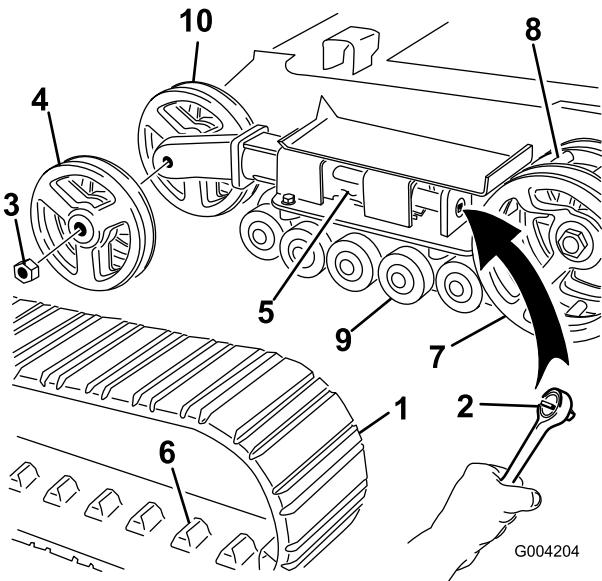

Figure 43
4. À l'aide d'une clé à douille de 13 mm (1/2"), tournez la vis de tension dans le sens horaire pour détendre la transmission (Figure 41 et Figure 43).
5. Poussez la roue de tension vers l'arrière de la machine pour appuyer le tube de tension contre le châssis (Figure 43). (S'il ne touche pas le châssis, continuez de tourner la vis de tension jusqu'à ce qu'il le touche).
6. Retirez l'écrou de fixation de la roue de tension extérieure et déposez la roue (Figure 43).
7. Déposez la chenille (Figure 43).
8. Retirez l'écrou de fixation de la roue de tension intérieure et déposez la roue (Figure 43).
12. Posez la roue de tension intérieure et fixez-la avec l'écrou retiré précédemment (Figure 43).
14. Posez la chenille neuve en prenant soin que les crampons s'engagent entre les dents au centre du barbotin (Figure 43).
15. Posez la roue de tension extérieure et fixez-la avec l'écrou retiré précédemment (Figure 43).